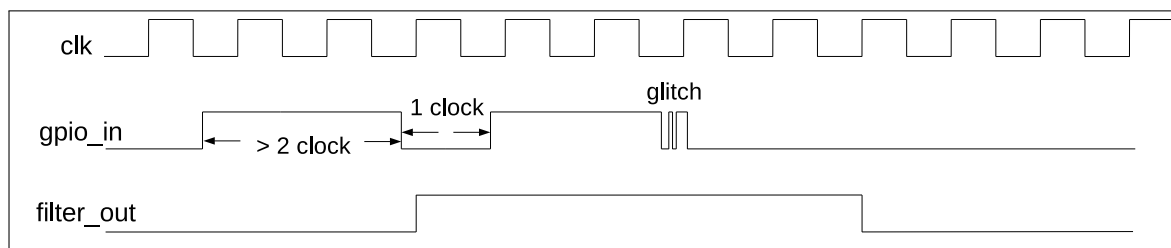

图 5.2-2. GPIO 输入信号滤波时序图
2. 置位寄存器 `IO_MUX_FILTER_EN` 使能 pad 输入信号滤波，如图 5.2-2 所示。只有当输入信号的有效宽度大于两个时钟周期时，输入信号才会被采样。否则，输入信号将会被滤掉。